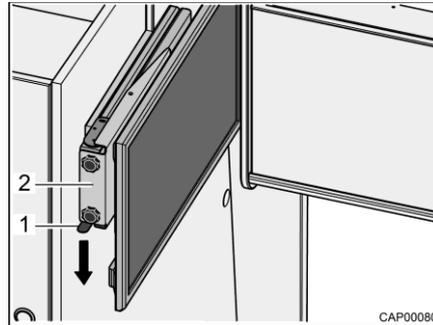

Fig. 67 Base estraibile con schermo piatto
- Premere verso il basso la molla d'arresto (Fig. 67,1) ed estrarre orizzontalmente la base estraibile (Fig. 67,2) con lo schermo piatto in direzione del centro del veicolo.
- Spingere orizzontalmente verso l'interno la base estraibile (Fig. 67,2) con lo schermo piatto fino all'arresto. La molla d'arresto (Fig. 67,1) scatta in posizione.